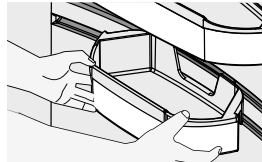

Figura 39
- Verifique que el anaquel haya quedado bien puesto (Figura 39)